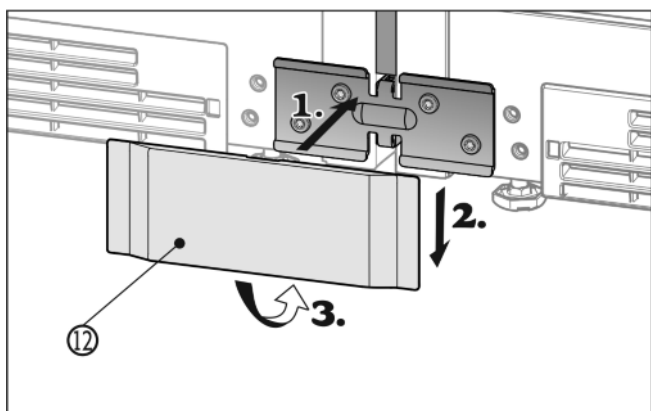

Fig. 16
- ▶ Поставете долния капак Fig. 16 (12) отпред върху ъгъла (1), плъзнете надолу (2) и го фиксирайте долу (3).